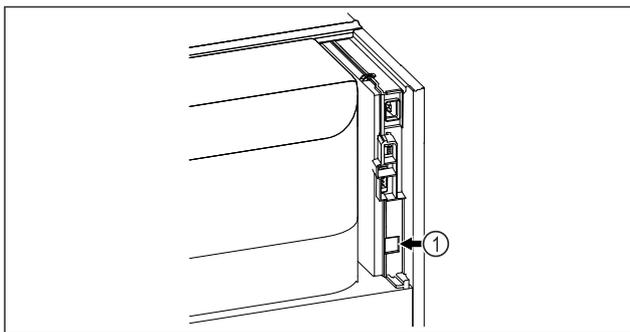

Fig. 77
- SmartModule Fig. 77 (1) è inserito.